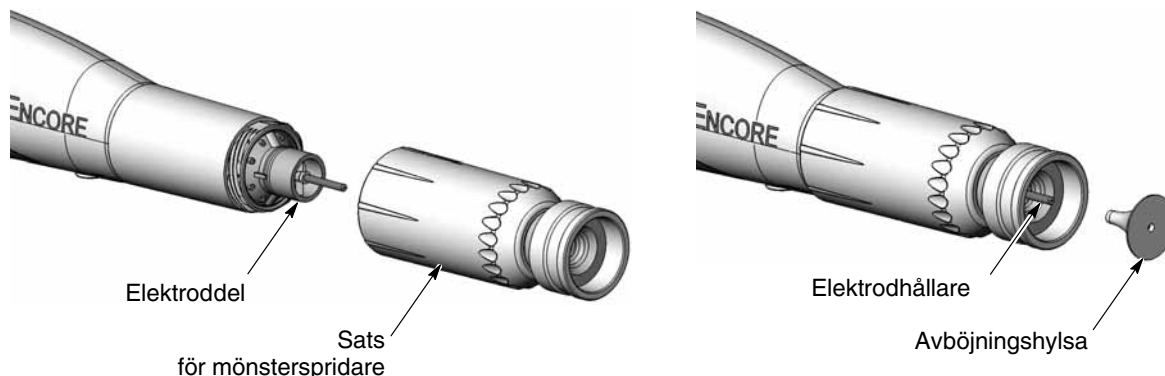

Bild 4-9 Installation av sats för mönsterspridare
3. Se bild 4-9. Montera det inbyggda koniska munstycket på elektroddelen och skruva fast munstyckesmuttern medurs tills den är fingerfast.